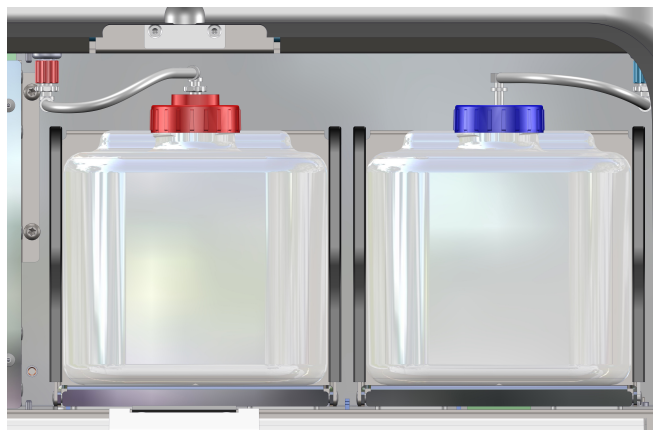

Рисунок 61
2. Емкость iWASH PRO находится в лотке для емкостей справа (рис. 61).